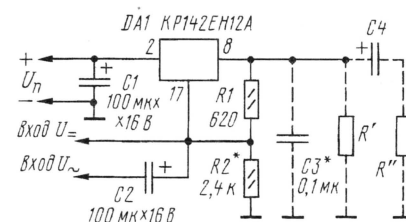

Рис. 1
**Усилитель постоянного или переменного тока.** Как известно, для изменения выходного напряжения микросхемы КР142ЕН12А (КР142ЕН12Б) на ее управляющий вывод надо подавать регулируемое постоянное напряжение. Поскольку ток управляющего вывода составляет 50...100 мкА, а выходной ток достигает полутора ампер, можно говорить о том, что коэффициент усиления микросхемы по току составляет несколько десятков тысяч и она способна выполнять функции усилителя тока. Схема такого усилителя приведена на рис. 1. По своим характеристикам он аналогичен известному эмиттерному повторителю.